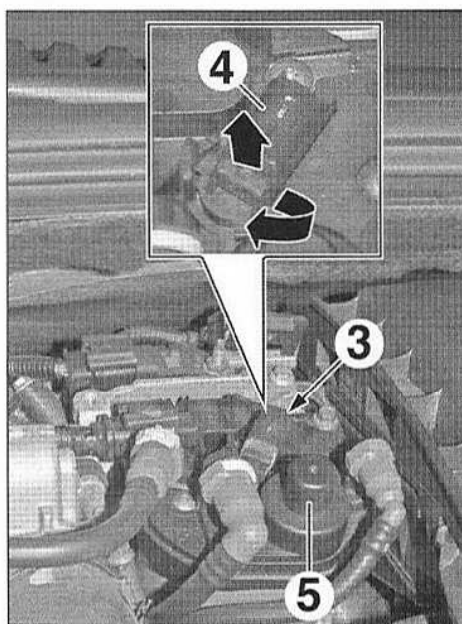

FIG.77
- Dégrafer et déposer la protection sous moteur (2).
- Suivant l'équipement, débrancher le connecteur du capteur de présence d'eau (3) dans le carburant (Fig.77).
*Le connecteur du capteur de présence d'eau dans le carburant fait office de verrou de la vis de purge d'eau (4) du filtre à carburant.*
- Déverrouiller la vis de purge d'eau (4) en la tournant dans le sens horaire puis en la soulevant jusqu'en butée.
- Verrouiller la vis de purge d'eau (4).
- Suivant l'équipement, rebrancher le connecteur du capteur de présence d'eau dans le carburant (4).
- Amorcer le circuit de carburant à l'aide de la pompe d'amorçage (5) jusqu'à sentir une nette résistance.